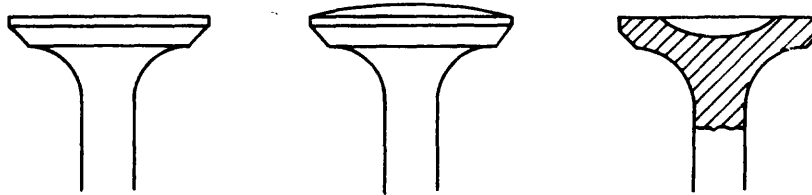

Fig. 2
- *Cabeza* - es la parte circular de la válvula pudiendo ser plana, convexa, o cóncava (fig. 2).